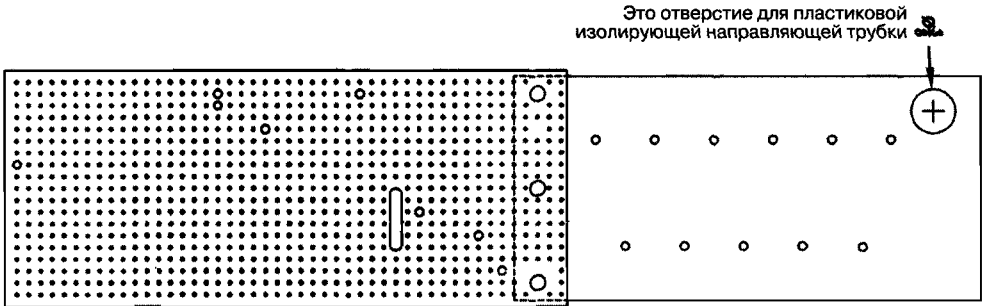

Рис. 1.3. Сборка ионного генератора из макетной и изоляционной платы
2. Из заготовки вырежьте макетную плату с сеточной перфорацией толщиной 2,5 мм и размерами 12,19×7,37 см (4,8×2,9 дюйма). Ориентируйтесь по координатам пересечения вертикального и горизонтального ряда, показанным на рис. 1.3, и вашей печатной платы для нахождения отверстия для просверливания монтажных отверстий. Определив местонахождение каждого монтажного отверстия, просверлите их, в том числе продольную прорезь для установки T1. Готовую печатную плату можно приобрести
в Information Unlimited. Заказ производится через сайт фирмы по адресу [www.amazing1.com](http://www.amazing1.com). Вставьте компоненты, начиная с левой стороны макетной платы с перфорацией, следуя плану (см. рис. 1.3), идите слева направо, используя отверстия большого диаметра как ориентир.